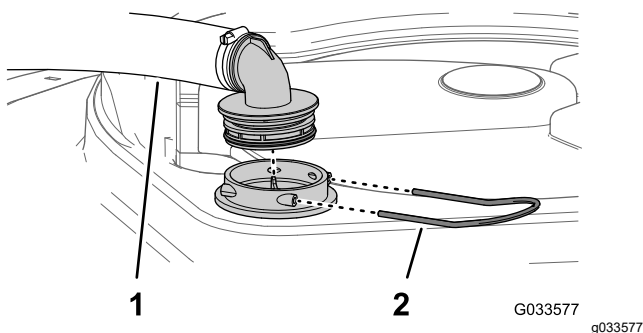

Figura 28
2. Na parte superior do depósito do pulverizador, retire a fixação que prende a união da mangueira unida à tubagem grande da estrutura do filtro (Figura 28).
3. Retire a tubagem e a união da tubagem da estrutura do filtro (Figura 28).